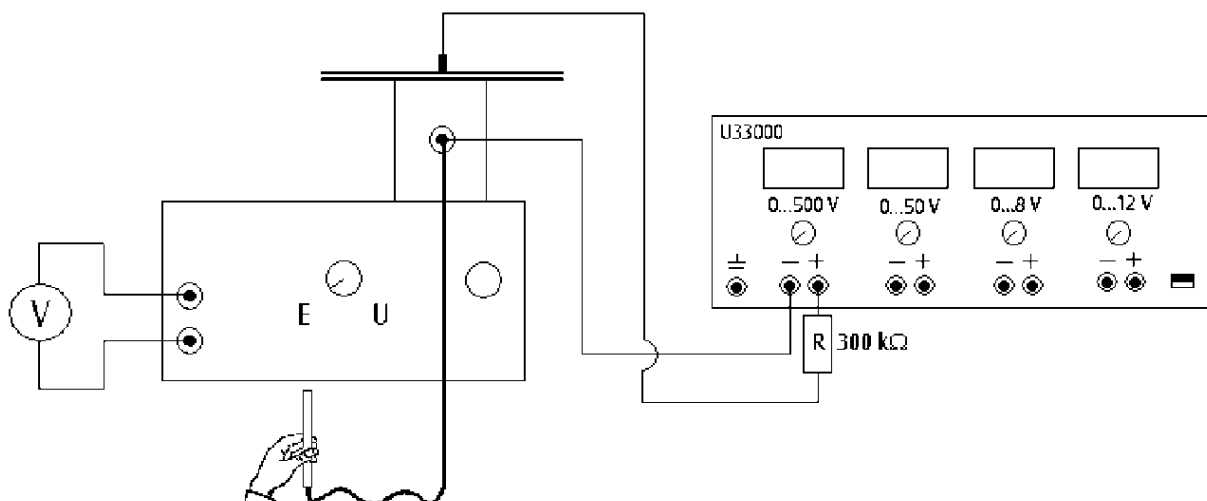

Рисунок 4.3
1. Собрать схему (рис.4.3), для этого эксперимента возьмите источник питания постоянного тока с плавной регулировкой выходного напряжения U33000.
*Замечание:* в качестве измерительного прибора (вольтметр на рис. 4.3) в работе используется мультиметр U17450 с диапазонами измерений 1В, 3В или 10В. Когда переключатель диапазонов U8533013 установлен в одно из положений «Е», на вольтметре отображается напряжённость электрического поля. Диапазоны измерения с диапазонами измерений 1В, 3В или 10В соответствуют диапазонам измерения напряжённости электрического поля 100 В/см, 300 В/см или 1000 В/см.